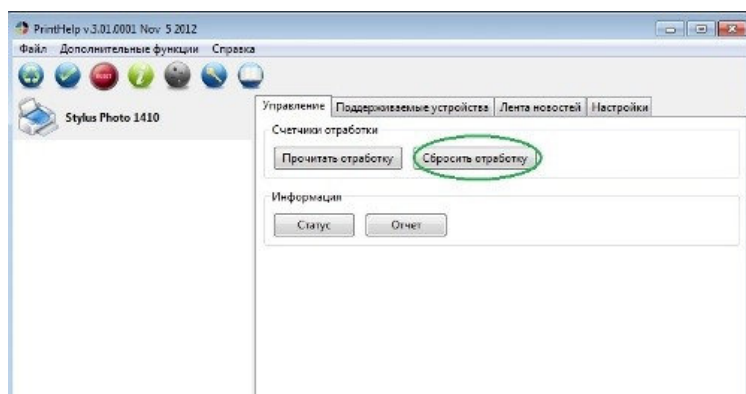

Рисунок 2.9 – Програма для скидання лічильника абсорбера
- встановіть програмне забезпечення PrintHelp (див. рис. 2.9);